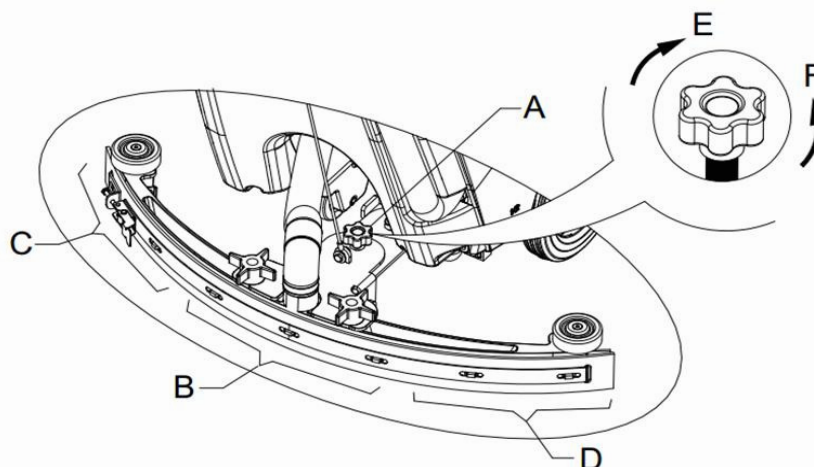

Figura 9
10. Ajuste la escobilla de goma a través de la palanca de ajuste (A) (véase la **Figura 9**).